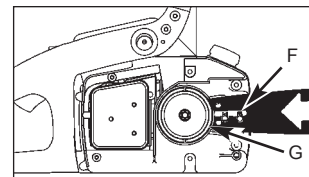

Fig. 3E
4. Positionnez l'extrémité encochée du guide-chaîne sur les 2 goujons (F). Positionner le guide-chaîne de sorte que le TENON de réglage s'adapte sur le trou inférieur (G) du guide-chaîne (Fig. 3E).